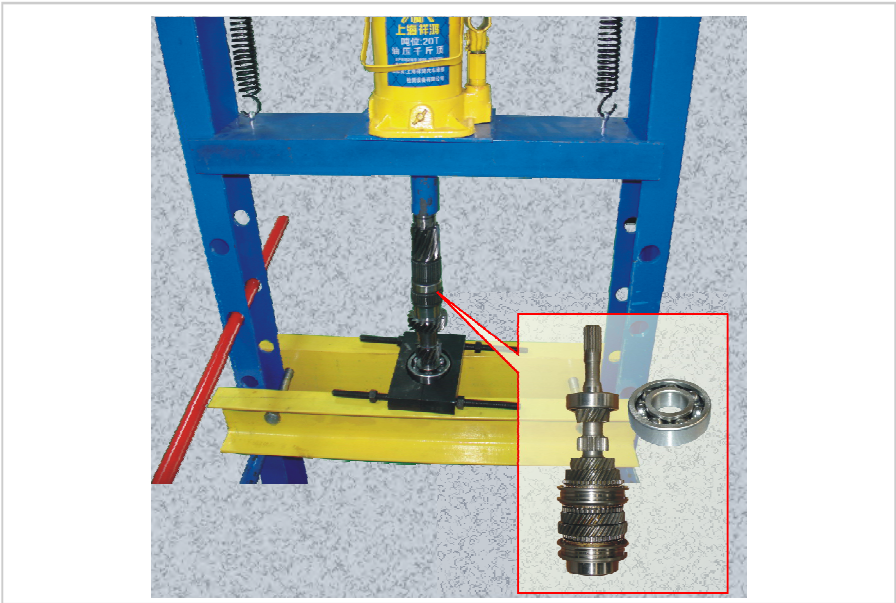

图4-60 安装输入轴轴承
- (1) 在输入轴每个齿轮的旋转或滑动部位的整个表面上涂敷齿轮油。
- (2) 用专用工具安装输入轴前轴承（图4-60）。